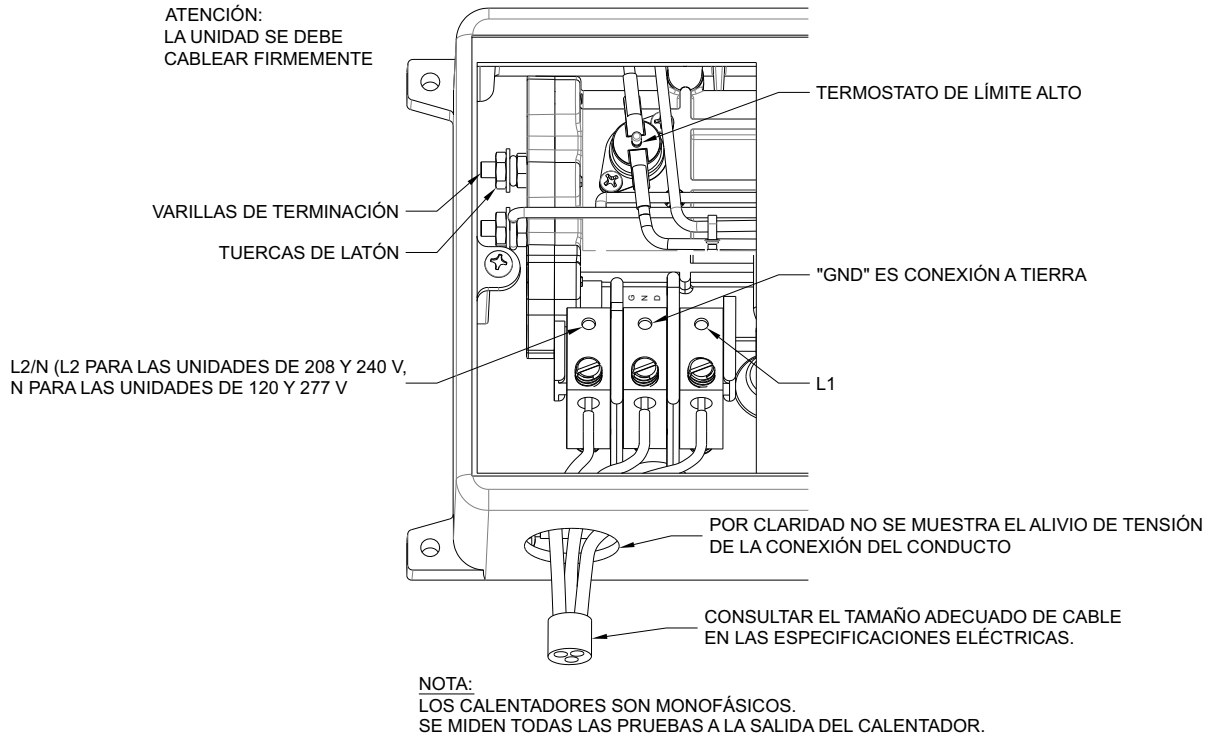

FIGURA 2 CONEXIÓN DE CABLES
1. Conectar cables de suministro eléctrico de tamaño adecuado y protegidos por un interruptor a las terminales de alimentación en el calentador según se muestra en el diagrama de cableado de la Figura 2.